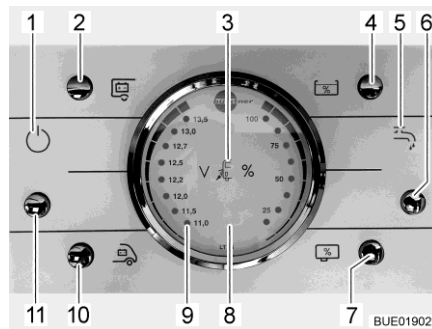

Fig. 204 Panneau de contrôle LT 96
La touche (Fig. 204,11) allume ou éteint le panneau de contrôle et l'alimentation 12 V de la cellule.
Mettre en marche : ■ Appuyer sur la touche (Fig. 204,11) : L'alimentation 12 V de la cellule est assurée. Le voyant de contrôle (Fig. 204,1) s'allume.
Mettre hors service : ■ Appuyer sur la touche (Fig. 204,11) : L'alimentation 12 V de la cellule est coupée. Le voyant de contrôle (Fig. 204,1) s'éteint.
Observer la graduation de gauche sur l'indicateur de charge/de niveau de réservoir (Fig. 204,8). L'indicateur s'éclaire automatiquement dès qu'une touche est pressée.
- Appuyer sur la touche (Fig. 204,10) : La tension de la batterie de démarrage est affichée.
- Appuyer sur la touche (Fig. 204,2) : La tension de la batterie de cellule est affichée.
Observer la graduation de droite sur l'indicateur de charge/de niveau de réservoir (Fig. 204,8). L'indicateur s'éclaire automatiquement dès qu'une touche est pressée.
- Appuyer sur la touche (Fig. 204,4) : Le niveau du réservoir d'eau est affiché.
- Appuyer sur la touche (Fig. 204,7) : Le niveau du réservoir d'eaux usées est affiché.
- Appuyer sur la touche (Fig. 204,6) : L'alimentation en eau est activée. Le voyant de contrôle de la pompe à eau (Fig. 204,5) s'allume.
- Appuyer sur la touche (Fig. 204,6) : L'alimentation en eau est désactivée. Le voyant de contrôle de la pompe à eau (Fig. 204,5) s'éteint.
Le voyant d'alerte rouge "ALARM" (alarme) (Fig. 204,9) clignote dès que la charge de la batterie de cellule descend en dessous de 11 V (mesurée en marche) et qu'il y a risque de décharge profonde des batteries.
Le voyant de contrôle 12 V (Fig. 204,1) s'allume dès que la touche principale 12 V (Fig. 204,11) est enclenchée.
Le voyant de contrôle 230 V (Fig. 204,3) s'allume si l'arrivée du bloc électrique est sous tension de réseau.